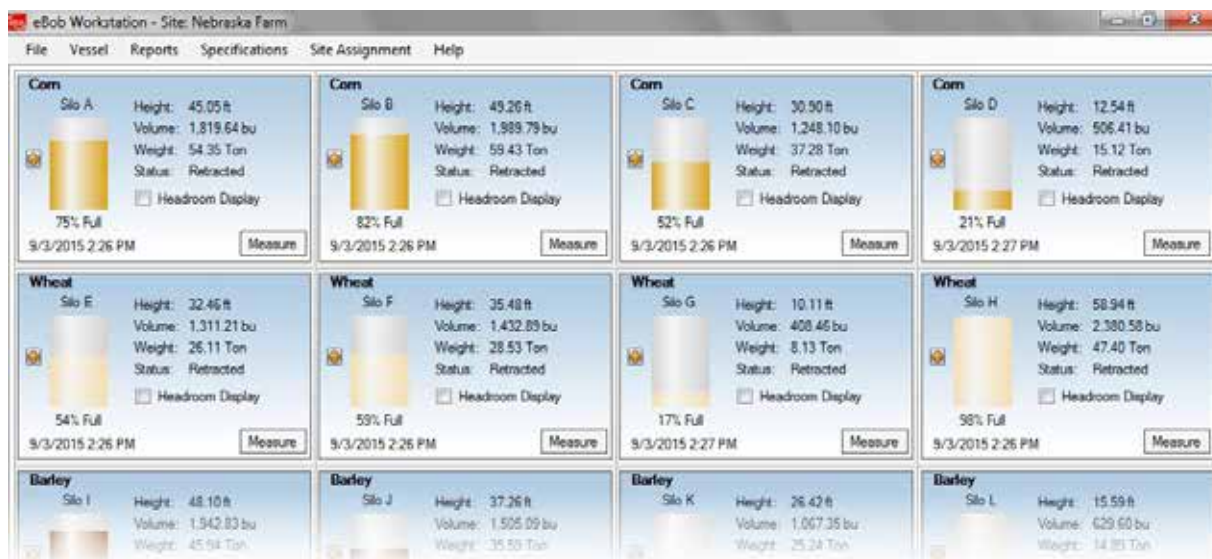

Figura 1
La pantalla principal de la interfaz del eBob mostrada en la Figura 1 presenta una tabla de tolvas, cada una representada por un panel, proporcionando indicación visual y detallada del nivel. La pantalla principal puede mostrar hasta 16 tolvas (paneles) a la vez con pestañas en la parte inferior para cambiar rápidamente a la siguiente pantalla para ver más tolvas. También se integra en la parte superior un Menú del sistema que proporciona acceso a las pantallas para la configuración de las tolvas, configuración del sitio, programación de alarmas, alertas por correo electrónico y mucho más.
1. **Estación de trabajo** – Esta proporciona la interfaz de usuario para el eBob, es lo que usted utilizara para visualizar las tolvas, el nivel del producto contenido en ellas, configurar el sistema y generar reportes. Ver Figura 1. Se ejecuta como la mayoría de los programas, se hace doble clic sobre un icono en el escritorio o bien se ejecuta haciendo clic sobre un icono en el menú de Inicio de Windows y se abre una ventana para operar la interfaz con el uso de un ratón y un teclado. Puede haber más de una estación de trabajo en un sistema de eBob. Consulte la sección 5 de la Estación de Trabajo para más detalles.